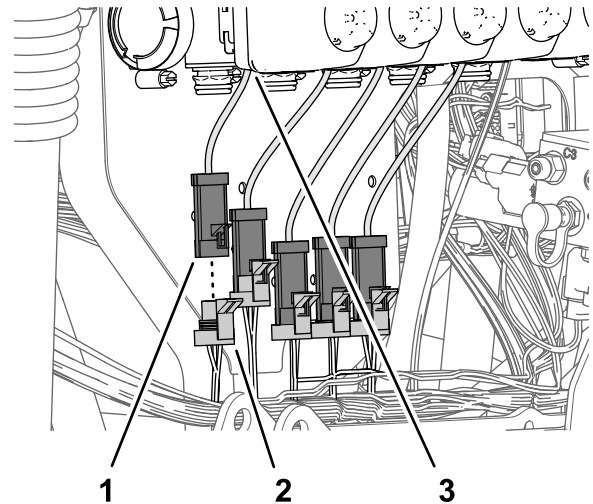

図 116
2. キットのワイヤハーネスの 89cm の枝線についている 3ピンコネクタ図 116 NOZZLE VALVE 1 というラ
3. キットのワイヤハーネスの 89cm の枝線についている 3 ピンコネクタ 図 116 NOZZLE VALVE 2 というラベルがついているものをバルブアクチュエータポジション 2 の 3 ピンコネクタに接続する。
4. キットのワイヤハーネスの 89cm の枝線に残っている 3 ソケットコネクタを、バルブアクチュエータの 3 ピンコネクタに接続する 図 116。